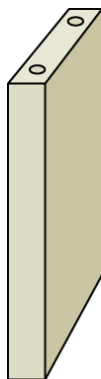

Рис. 5.88. Отверстия во второй детали
3. Снимите тонкий пластик и зажмите деталь толщиной $1/4''$ (6,4 мм) в тисках, а затем просверлите отверстия под саморезы в каждой намеченной точке, строго по центру толщины пластика (рис. 5.88). Поскольку АБС-пластик не сжимается,